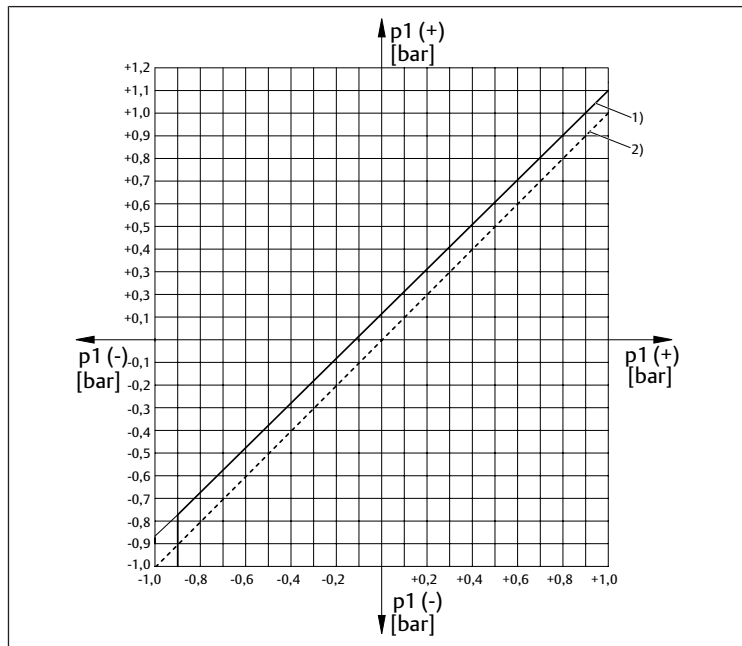

Fig. 8: curva característica de presión diferencial de conexión (-0,9 - 1 bar)
- Entre -0,9 bar y 1 bar (véase → Fig. 8)